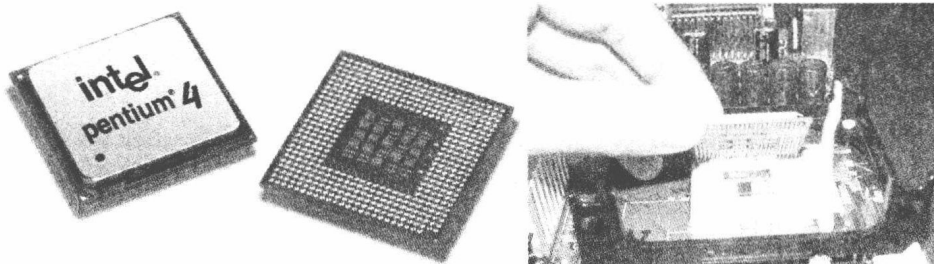

图 1-6 Pentium4 CPU 外形及安装
(1) 计算机电源的安装。一般情况,购买的机箱已经安装了电源,无需安装电源,如果机箱没配电源则需要安装。具体的方法是:将电源的背部对外,放置到机箱安装电源的位置,对准螺丝孔,用电源配给的 4 个螺丝,将电源固定在机箱上。
(2) CPU 的安装。以 Pentium4 CPU 为例说明 CPU 的安装过程,该 CPU 采用的是 Socket487 插座,Socket487 是 CPU 引脚的标准,共 487 个引脚。首先将主板 CPU 插座的拉杆向外轻推,然后抬起;将 CPU 顶部的标记(一个圆点)对准插座的三角型标记,插入 CPU;然后将拉杆推下,CPU 锁紧安装完成,图 1-6 示 Pentium4 CPU 外形及安装。